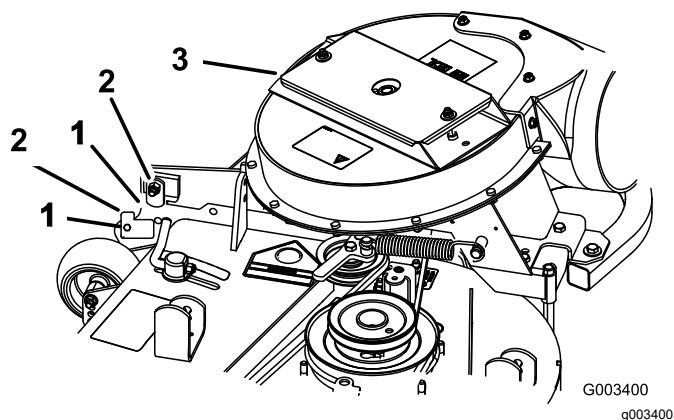

Figura 18
3. Cierre el conjunto del soplador para ver si los cierres están correctamente ajustados (Figura 18).